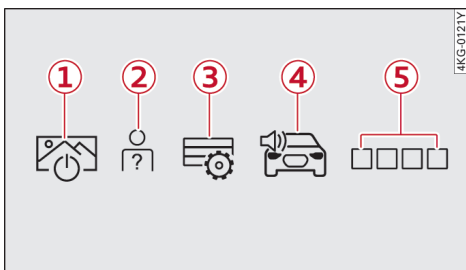

图 13 多媒体交互系统图标
- ▶ 要关闭上面的显示屏时，请在下面的显示屏中按⇒ 图 13①。
- ▶ 要开启上面的显示屏时，请触摸上面的显示屏或在下面的显示屏中按⇒ 图 13①。
- ▶ 要关闭/开启两个显示屏时，请在下面的显示屏中按住⇒ 图 13①。